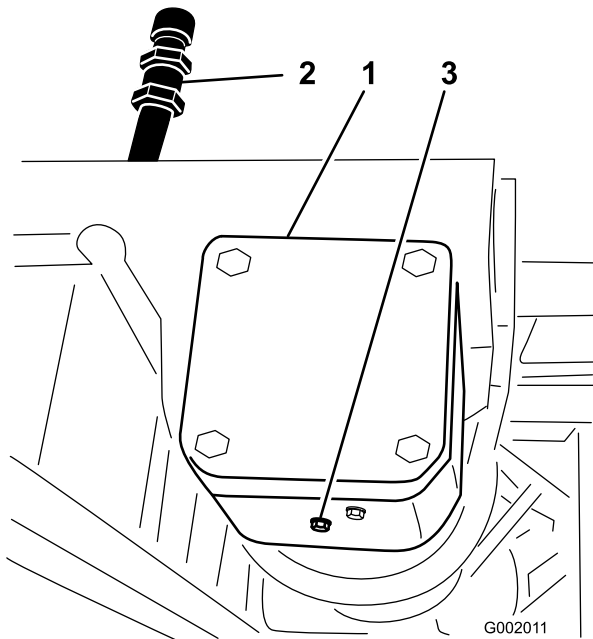

Figure 70
2. Placez un bac de vidange sous le bouchon de vidange du boîtier d'engrenages (Figure 70).
3. Retirez les bouchons de remplissage et de vidange (Figure 70) pour permettre à l'huile de s'écouler dans le bac.